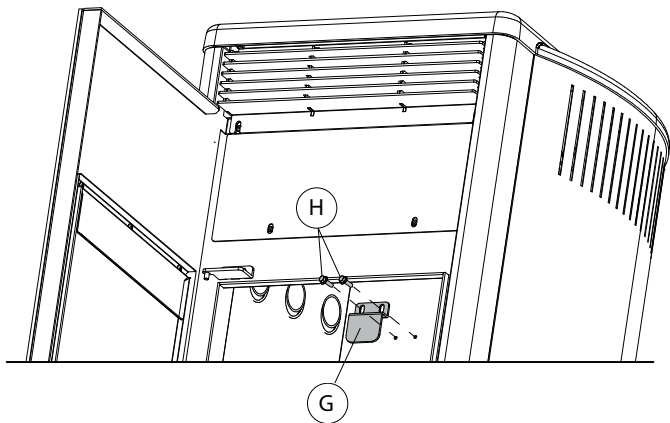

fig. 5.4.10
- Réinstaller le support de fixation G en agissant sur les deux vis H (Fig. 5.4.10) et repositionner le brasero F (Fig. 5.4.11)